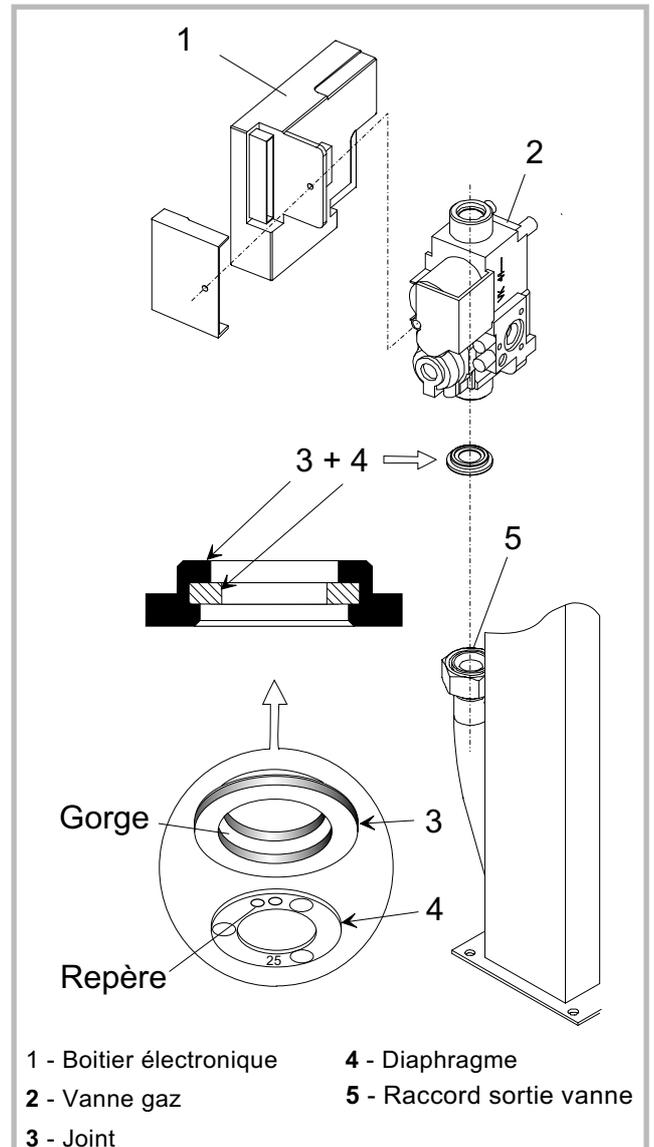

Figure 18 - Changement de gaz
- Déposer le boîtier électronique (rep. 1, fig. 18)